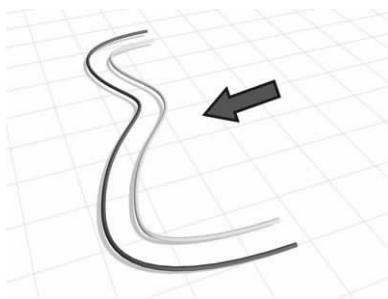

图 5-64 创建偏移曲线 ▲
-  (创建偏移曲线): 从父曲线的法线方向偏移出新的从属曲线, 如图 5-64 所示。